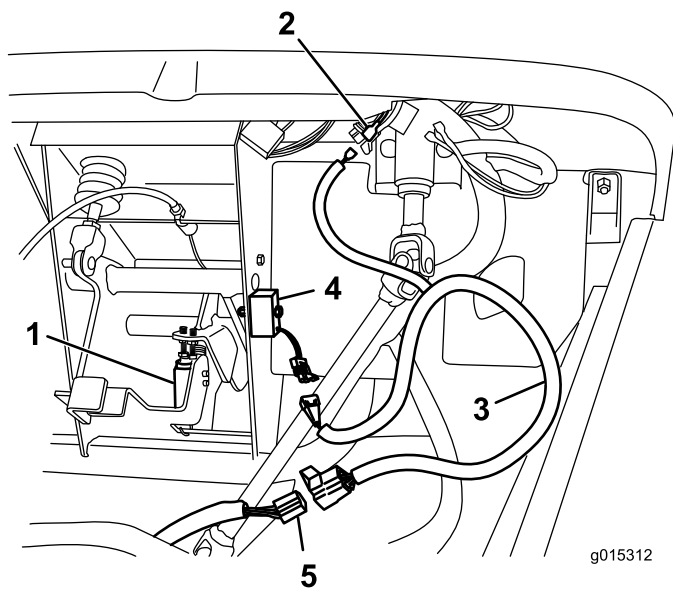

Figura 1
1. Fixe o módulo de arranque por chave na estrutura do conjunto do pedal utilizando um parafuso (1/4 x 1-3/8 pol.) e porca flangeada (1/4 pol.) como se mostra em Figura 1.
2. Desligue o conector da cablagem existente do interruptor do pedal (Figura 1).
4. Ligue a cablagem frontal do arranque por chave ao módulo de arranque por chave com o conector correspondente e ligue a extremidade oposta ao conector de cablagem existente (Figura 1).
5. Localize o cabo da cablagem existente rotulado Key Start (arranque por chave). Ligue o cabo key start da cablagem de arranque por chave frontal ao cabo rotulado no veículo (Figura 1).
3. Localize a cablagem frontal de arranque por chave (Figura 1) nas peças soltas.